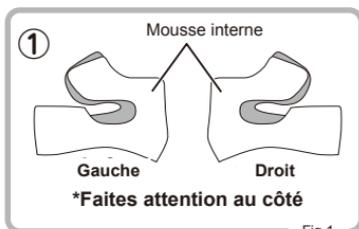

Fig.1
- ① Remplacez correctement la mousse interne en contrôlant le côté de la mousse interne du coussinet de joue. (Fig.1)